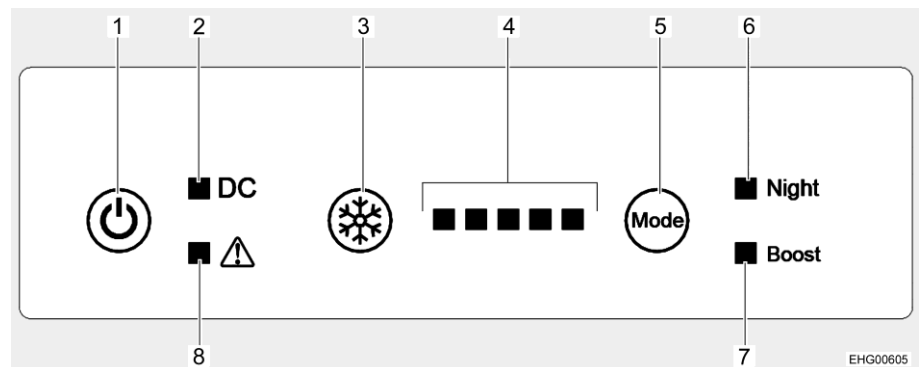

Bild 244 Bedienelemente (Kühlschrank)
Einschalten: ■ Taste Ein/Aus (Bild 244,1) drücken. Alle Kontroll-Leuchten leuchten auf (Lichttest) und erlöschen nach ca. 3 Sekunden. Nur die Kontroll-Leuchte Betrieb (Bild 244,2) leuchtet weiter und zeigt an, dass der Kühlschrank arbeitet. Der Kompressor startet nach einer kurzen Verzögerung.
Ausschalten: ■ Taste Ein/Aus (Bild 244,1) drücken. Die Kontroll-Leuchte Betrieb (Bild 244,2) erlischt.
- Taste für Kühlstufe (Bild 244,3) so oft drücken, bis die gewünschte Kühlstufe angezeigt wird. Je mehr Kontroll-Leuchten (Bild 244,4) leuchten, desto höher ist die Kühlleistung (und auch der Energieverbrauch).
- Taste Betriebsart (Bild 244,5) so oft drücken, bis die Kontroll-Leuchte Nachtmodus (Bild 244,6) leuchtet. Der Kühlschrank arbeitet jetzt im Nachtmodus.
- Taste Betriebsart (Bild 244,5) so oft drücken, bis die Kontroll-Leuchte Nachtmodus (Bild 244,6) erlischt. Der Kühlschrank arbeitet wieder im Normalbetrieb.
- Taste Betriebsart (Bild 244,5) so oft drücken, bis die Kontroll-Leuchte Boostmodus (Bild 244,7) leuchtet. Der Kühlschrank arbeitet jetzt im Boostmodus.
- Taste Betriebsart (Bild 244,5) so oft drücken, bis die Kontroll-Leuchte Boostmodus (Bild 244,7) erlischt. Der Kühlschrank arbeitet wieder im Normalbetrieb.